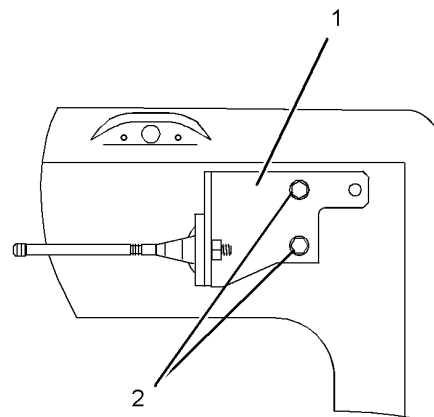

Fig. 290
- b. Montér beslaget (1) igen med boltene (2) placeret i de to øverste huller på beslaget. Se fig. 290 .